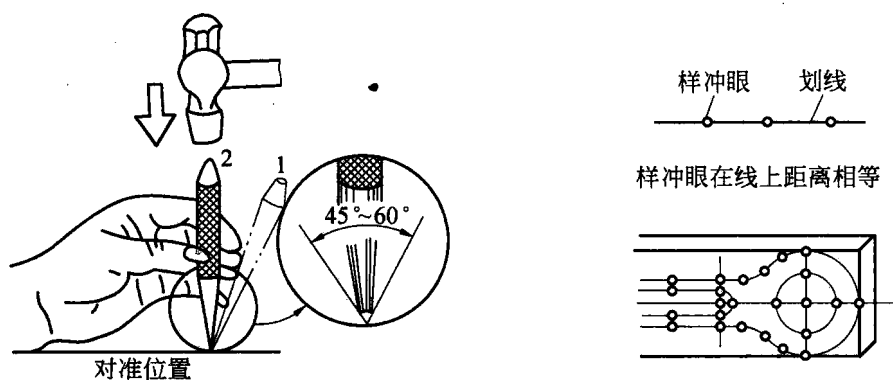

图 12 样冲及其使用方法
(5)样冲。样冲是在工件已划好的线上打出冲眼的工具。样冲的使用见图 12。